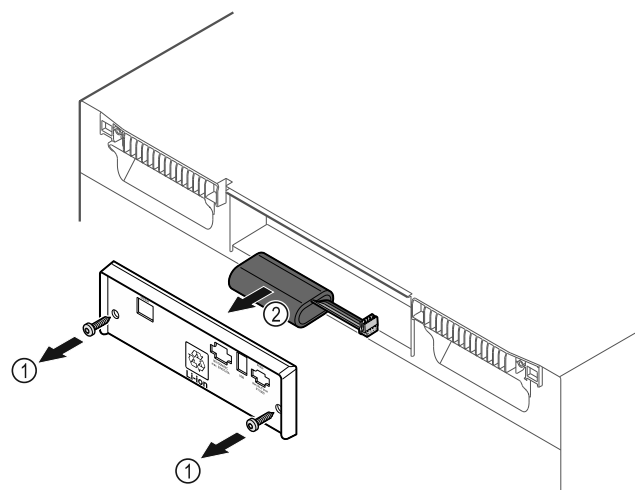

Fig. 201
- ▶ Открутите винты и снимите крышку с задней стороны устройства Fig. 201 (1).
- ▶ Отсоедините и извлеките аккумуляторную батарею Fig. 201 (2).